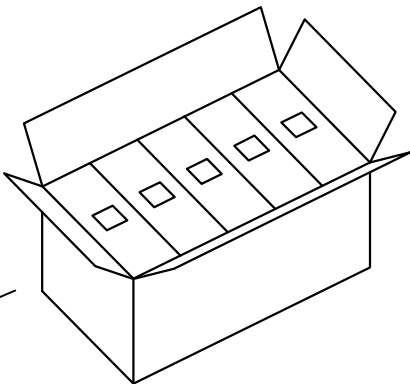

图4 外箱
- 3: 如图4, 每外箱装10内盒, 数量为10X(6X500pcs)。